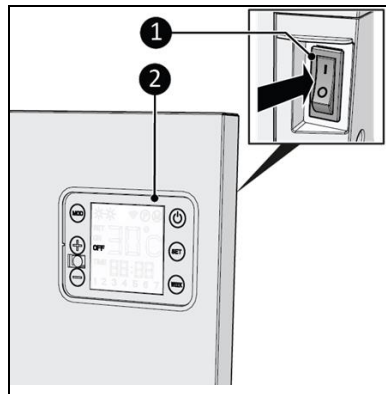

Abbildung 15
1. Stellen Sie den EIN/AUS-Schalter auf Position EIN (Abbildung 15, Pos. 1).
2. Das Display (Abbildung 15, Pos. 2) zeigt AUS an.